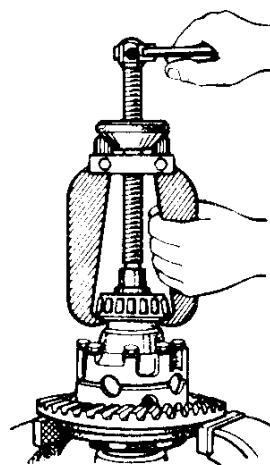
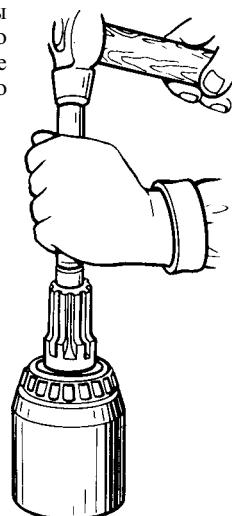

Рис. 9.4. Снятие внутреннего кольца подшипника дифференциала
Рис. 9.5. Снятие заднего подшипника ведущей шестерни
*Подшипники, имеющие износ, замените.* Если подшипники и сопряженные с ними детали не требуют замены, то выпрессовку колец подшипников не производите. Снятие внутренних колец (рис. 9.4) подшипников дифференциала производите приспособлениями. Снятие заднего подшипника ведущей шестерни показано на рис. 9.5. Выпрессовку заднего подшипника производите только для замены. При разборке моста внутренние и наружные кольца